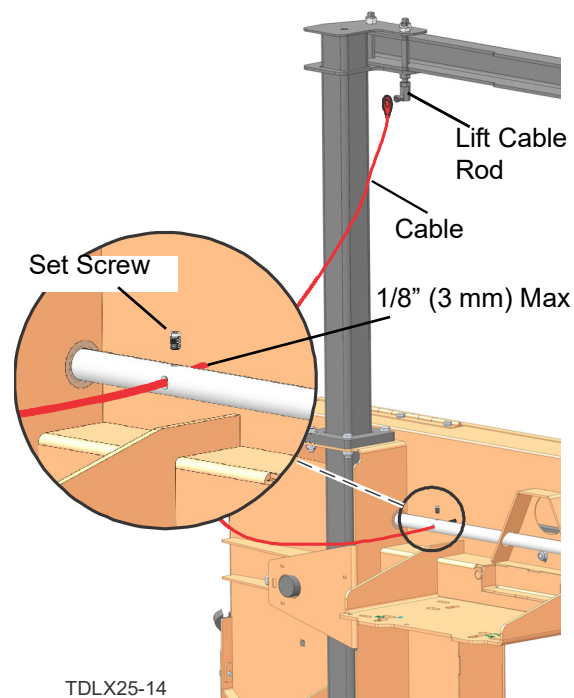

FIG. 3-30
2. Fixez les câbles de levage et les sangles fournis à travers la traverse sur le montant du mât. (Voir FIG. 3-30 .)
3. Faites sortir la vis de pression de l'arbre de la manivelle à l'aide de la clé à six pans de 3 mm et (Voir FIG. 3-30 .) faites passer le câble de levage à travers le trou dans l'arbre de la manivelle.